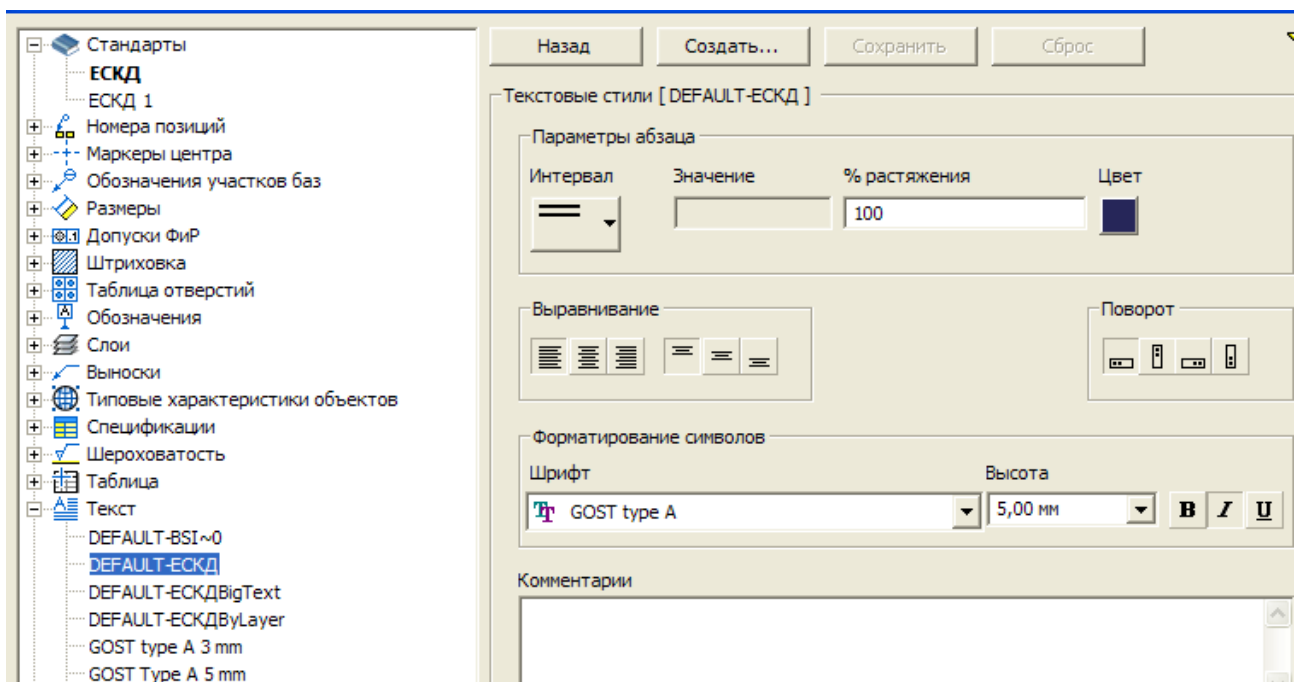

Рис. 99
3) Откройте ветвь **Текст** – выберите стиль **DEFAULT-EСКД** - задайте **Шрифт GOST type A** и **высоту текста 5 мм** (Рис. 99).